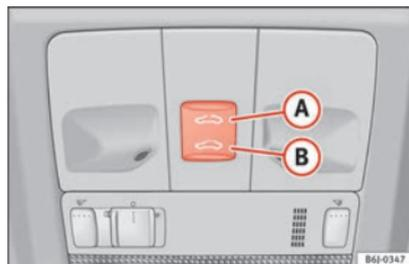

Fig. 11
- Apertura: premere solo una volta il tasto »» **fig. 11** A. Mantenendolo premuto, si apre fino alla posizione desiderata.
- Chiusura: premere solo una volta il tasto »» **fig. 11 B**. Mantenendolo premuto, si chiude fino alla posizione desiderata.